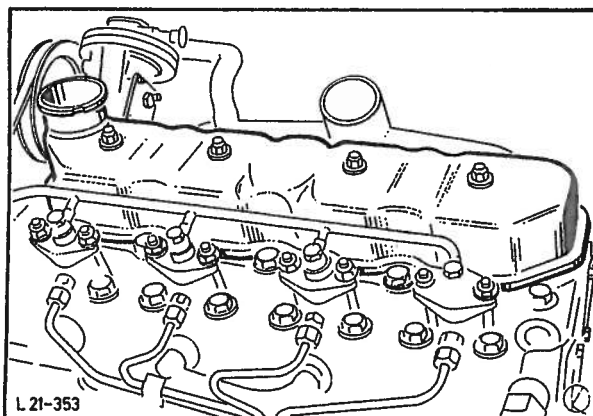

Fig. 141 Demontering av toppdeksel.
2. Ta av toppdekslet (4 muttere), fig. 141 og demonter forsiktig vippearmakselen (4 muttere, 2 bolter). Ta ut støtstengene.